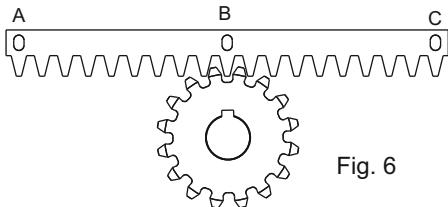
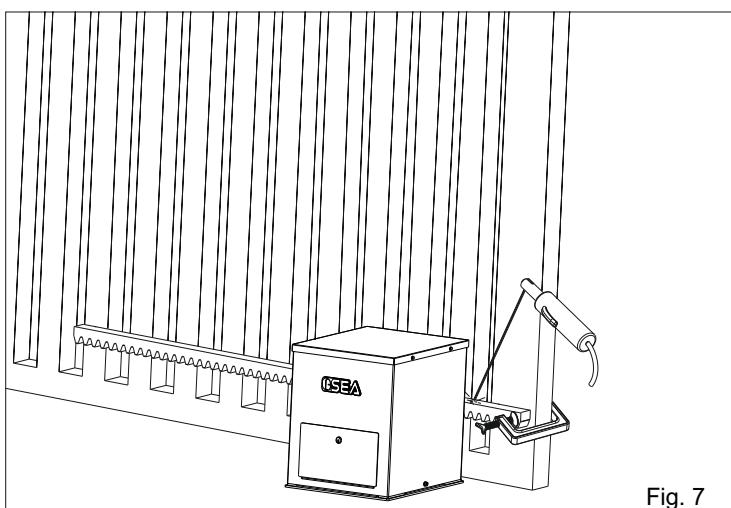

Fig. 6
Fig. 7
5.3. Apoyar el elemento de cremallera al piñon dentado del motoreductor en modo que resulte paralela la guia a nivel del suelo de la cancela y posicionandolo como en Fig. 6 y puntar con electrosoldadura la lengueta central B a la estructura de la cancela (Fig. 7).